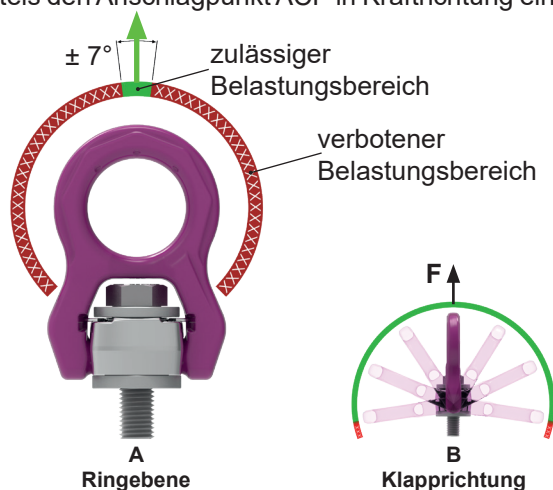
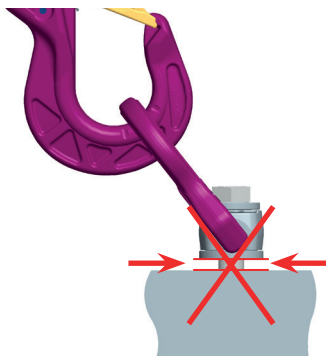

Abb. 4: *
Abb. 7: Der Anschlagpunkt muss vollständig eingeschraubt sein.
* In Abb. 4 ist die Bauform der ACP M12-M30 bzw. 1/2"-1 1/4" dargestellt. Die Belastungsbereiche gelten ebenfalls für die ACP M36-M42 bzw. 1 1/2"-1 3/4".
Die Feder hält den Bügel aus der im Bild 7 schraffierten Position ab. Dies führt dazu, dass die verbotene Belastung „quer zum stehenden Bügel“ (siehe Abschnitt 3.3.1, Abb. 4) nicht entsteht. Unter Last wird die Federkraft überwunden und der ACP kann senkrecht belastet werden. Das Klappen des Bügels über den von der Feder abweisenden Bereich ist mit erhöhtem Kraftaufwand jedoch von Hand möglich.